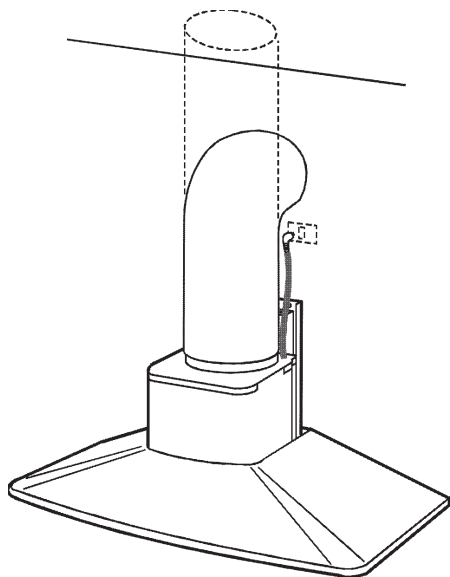

fig.16
3. Fixez un tuyau souple en matière autoextinguible de Ø 150 mm sur la buse et raccordez-le à l'orifice d'évacuation au mur ou au plafond (fig. 16).